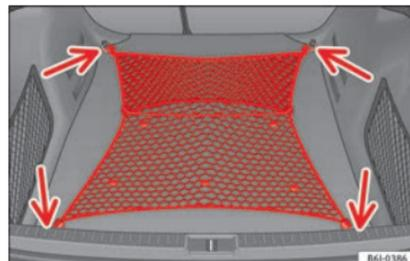

Fig. 119 Filet à bagages déployé.
– Accrochez le filet à bagages aux quatre œillets d'arrimage » **fig. 119** (flèches).